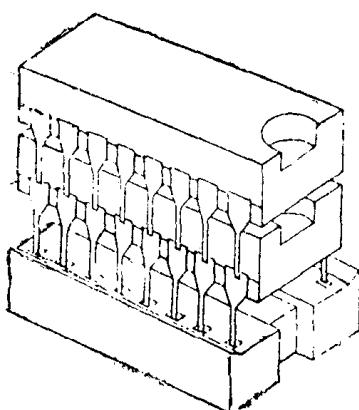

图 3.2-1
3.2 IBM PC/AT 256KB 存贮器散件（见图3.2-1）